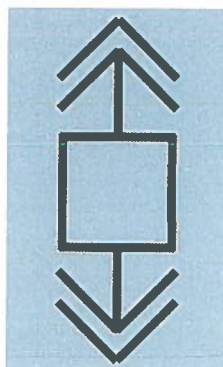

Fig.7.20
- conturul pătratului și celelalte componente ale simbolului (exceptând interiorul pătratului) vor avea o colorare dinamică individuală ce se va realiza în funcție de prezența / absența tensiunii, starea „necunoscută”, respectiv de starea „legat la pământ” a întreruptorului pe polul respectiv. Fig.7.20.